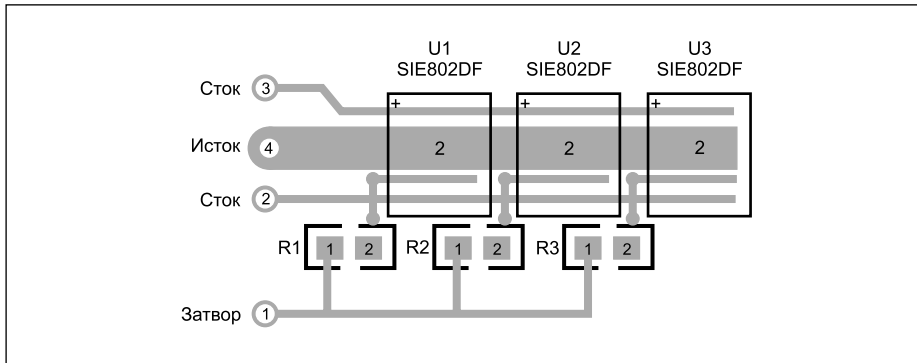

Рис. 4. Параллельное включение транзисторов в корпусах PolarPAK для увеличения мощности
- Возможность увеличения суммарной мощности за счет простого запараллеливания приборов (рис. 4). Это происходит благодаря малой индуктивности выводов и печатных дорожек на плате.